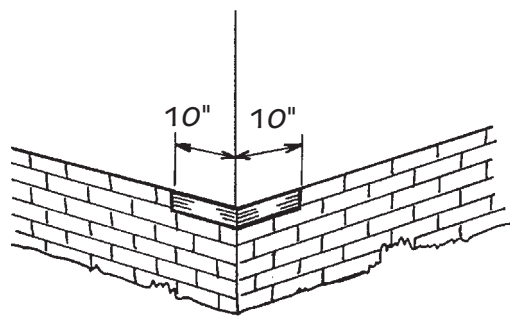

Figura 27.
- Antes de instalar los esquineros, debe instalarse un tapajuntas resistente al agua en las esquinas interiores y exteriores, cubriendo un mínimo de 10" en cada uno de los lados (Figura 27).